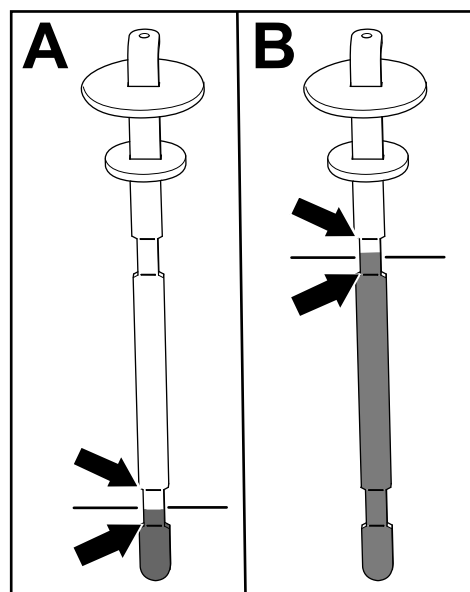

Figura 82
5. Retire la varilla y compruebe el nivel de fluido (Figura 82).
- **Si tiene una unidad de corte equipada:** el nivel de fluido hidráulico está en el nivel apropiado cuando el fluido aparece entre las dos marcas inferiores de la varilla (A en la Figura 82). También es aceptable que el nivel de fluido esté por encima de las marcas inferiores.
- **Si tiene instalado el kit de Mangueras para accesorios de accionamiento hidráulico:** el nivel de fluido hidráulico está en el nivel correcto cuando el fluido aparece entre las dos marcas superiores de la varilla (B en la Figura 82).